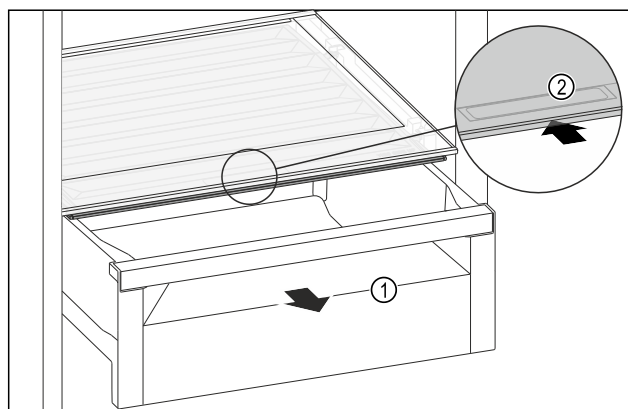

Fig. 138
- ▶ Vytiahnite zásuvku Fig. 138 (1).
- ▶ Uchopte priehľbinu na rukoväť Fig. 138 (2) na veko zásuvky a súčasne tlačte veko zásuvky dozadu.